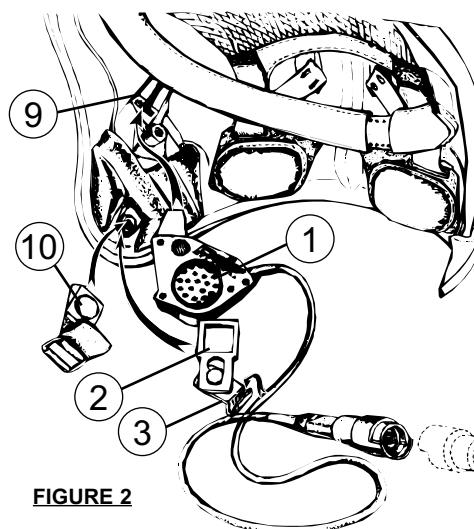

FIGURE 2
Fixez l'ensemble micro-écouteur (1) (figure 2) dans la rainure (9) prévue à cet effet. Elle est située sur le côté intérieur droit du casque (elle sert aussi pour fixer la coiffe).